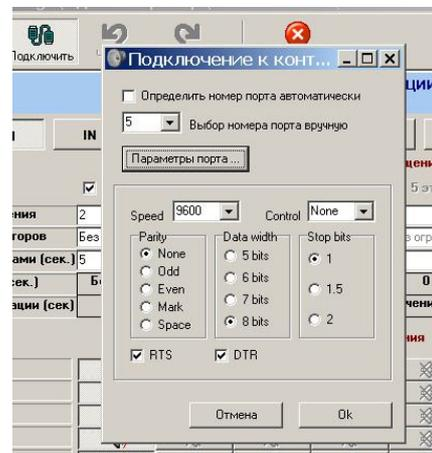

Рис. 48
- При необходимости, установите параметры так, как показано на рис.48.